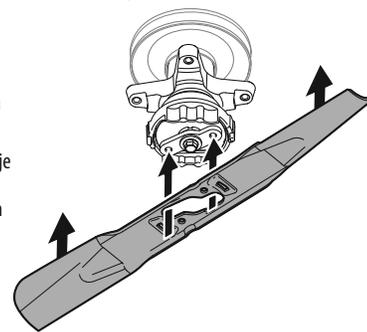

Figura 49
3. Posicione la cuchilla debajo del montaje de husillo, y alinee con cuidado el orificio grande del centro de la cuchilla sobre el retenedor de cuchillas del tractor. Consulte la Figura 49.